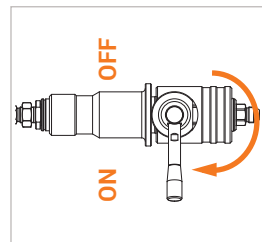

Figure 4
- ▶ Tournez le levier de commande (pos. 3) du nozzle de ravitaillement de 180° en position ON (Figure 4).